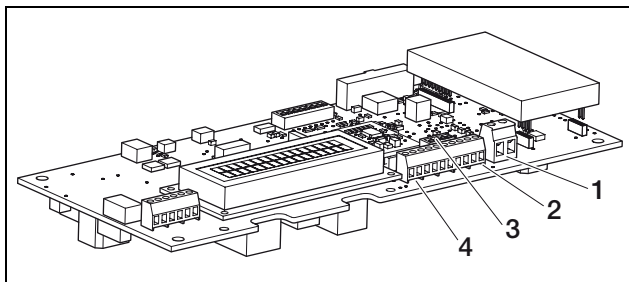

Abbildung 35: Anschlüsse der Kommunikationsplatine
Der Schaltausgang (Klemme S0/AL-OUT, Position 1 in Abb. 35) hat je nach Einstellung unterschiedliche Funktionen (siehe Abschnitt 'Funktion des Schaltausgangs einstellen', Seite 29). Er dient entweder als S0-Schnittstelle oder als Alarmausgang oder zum Schalten von Verbrauchern (Eigenverbrauch).
- Schließen Sie die Leitungen an der entsprechenden Klemme (Abbildung 35, Position 1) an.
- Schließen Sie die Leitungen entsprechend der Anschlussbelegung (Tabelle 6) an der Klemme (4 in Abbildung 35) an.